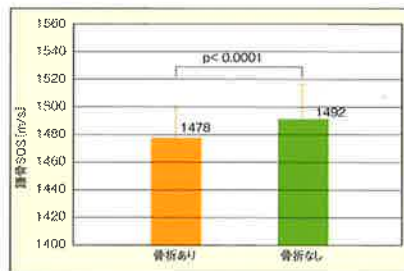

図1 椎体骨折群と非骨折群との間における踵骨SOS値の比較。
- 椎体骨折群と非骨折群において骨内伝播速度(SOS)に有意差を認めます。(図1)